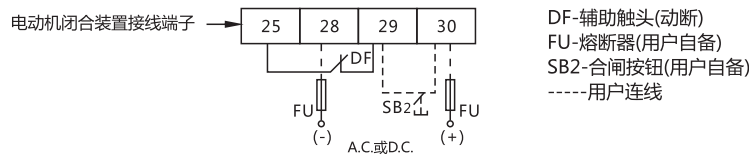

图19 电动机闭合装置二次回路接线图
6.7.2 电动机闭合装置电动机闭合装置在断路器前上方(在原电磁铁装置的位置)，其二次回路接线图见图19。
d)电动机闭合装置二次回路接线图见图19。